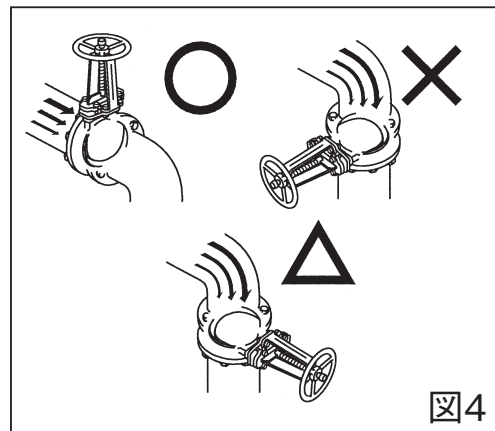

図4
I. バルブをエルボなどの直近下流側に配管すると、バルブの弁体に流速及び圧力分布が起こりバルブに悪影響を与えることがあります。バルブはできる限りエルボの手前に取り付けてください。(図4)